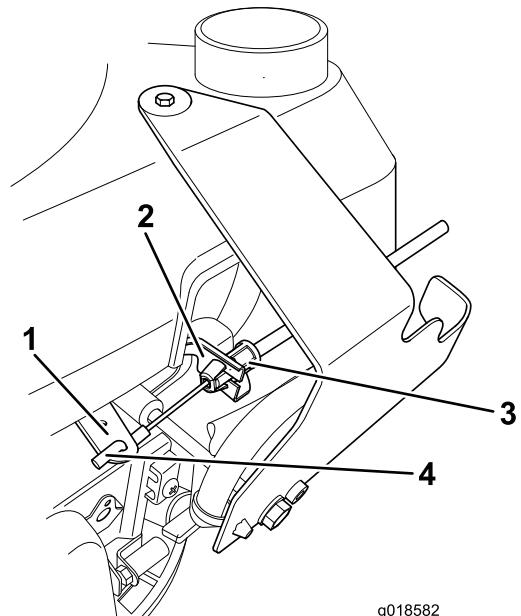

Figura 2
6. Coloque a extremidade na alavanca e, em seguida, puxe o cabo de controlo do travão e deslize-o para o suporte (Figura 2).
10. Passe o cabo do travão do motor (Figura 2) através da unidade de controlo do acelerador e até ao braço da pega.